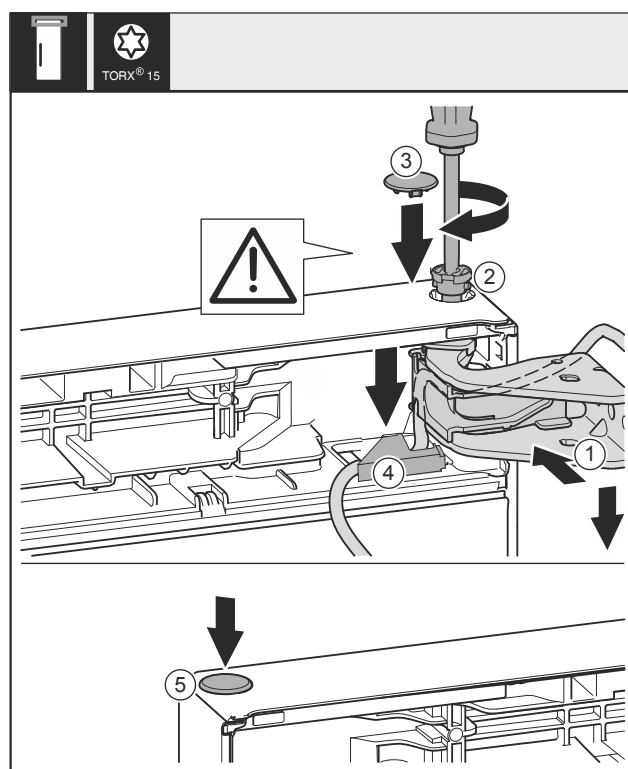

Fig. 44
- Joondage uks ülal laagripuki Fig. 44 (1) ava suhtes välja.
- Pange polt Fig. 44 (2) sisse ja keerake kruvikeerajaga kinni.
- Monteerige ukse kindlustamiseks turvakate: Pange turvakate Fig. 44 (3) sisse ja kontrollige, kas see toetub uksele. Vastasel juhul pange polt täiesti sisse.
- Pange kate Fig. 44 (4) sisse ja vajutage allapoole, kuni see fikseerub.
- Pange kork Fig. 44 (5) sisse.